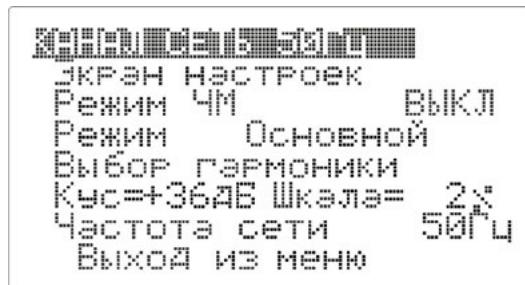

Рисунок 7
4.7.2. Действия в экране меню (**Рис. 7**) – **п.п. 3...6, Таблица 5.**